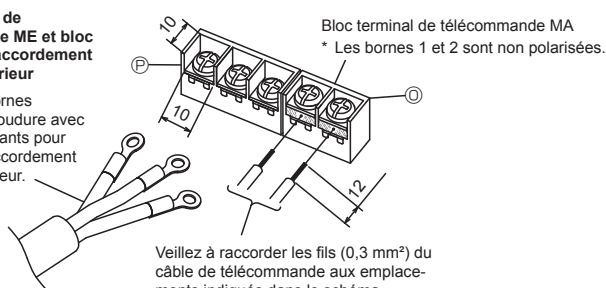

Fig. 5-3
5. Faites passer le câble de la télécommande et le câble de raccordement des appareils intérieur-extérieur via les entrées de fils indiquées sur le diagramme et raccordez-les. [Fig. 5-1 ⑤, Fig. 5-2, Fig. 5-3]